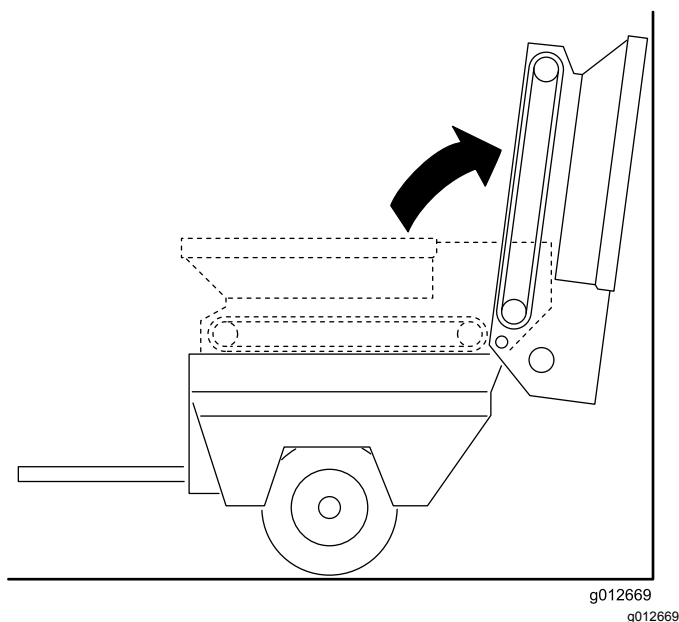

Figura 27
3. Gire la tolva hacia atrás y apóyela contra una pared, un poste, una escalera, etc. (Figura 27)..
Asegúrese de que la tolva está inclinada más allá de la vertical y/o sujeta a la pared o a un poste, para evitar que se caiga accidentalmente sobre la zona de trabajo (Figura 27).
3. Gire con cuidado la tolva hacia abajo sobre los travesaños del bastidor deslizante; consulte la Figura 27 de Desmontaje de la plataforma deslizante (página 24)..